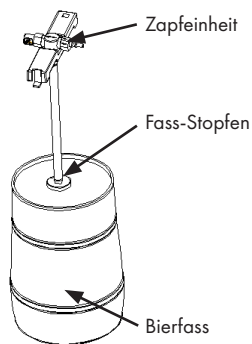

Abbildung 5
2. Richten Sie die Anstechbolzen gegen den Stopfen in der oberen Mitte des Fasses. Evtl. müssen Sie den Verschluss entfernen und den Stopfen austauschen (siehe Bedienungsanleitung auf dem Fass). Drücken Sie den Anstechbolzen schnell in das Fass. Drücken Sie den Dosiermechanismus bis Sie ein Geräusch hören, was anzeigt, dass der Dosiermechanismus im Fass eingerastet ist (siehe Abbildung 5).